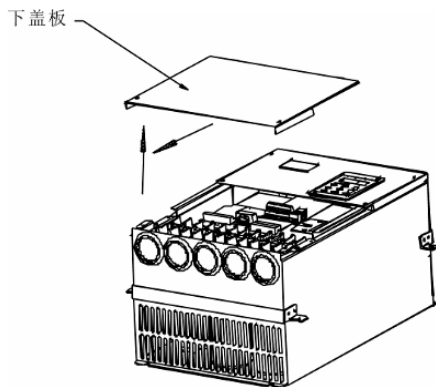

图3-4 钣金外壳下盖板拆卸图
18.5kW以上MD系列变频器采用钣金外壳，钣金外壳下盖板的拆卸参见图3-4。可用工具直接将下盖板的螺丝拧松即可。